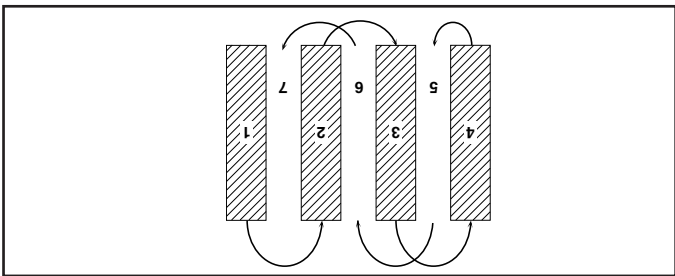

Fig. 14
- Vous trouverez le labourage beaucoup plus facile si vous laissez un sillon non bêché entre les passes. En ce temps-là, retournez le rang de labourage (Voir la Fig. 14). Il y a deux raisons pour faire ceci. Premièrement, des virages larges sont beaucoup plus faciles à prendre que faire des demi-tours. Deuxièmement, la motobineuse ne vous entrainera pas vers le rang bêché qui est le plus proche.